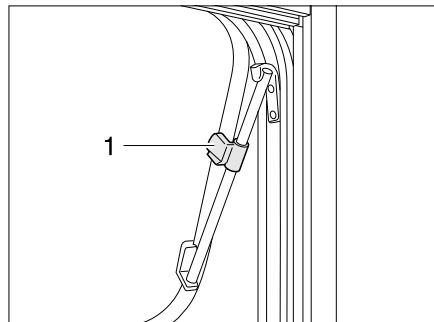

Bild 69 Ausstellfenster mit Dreh-Ausstellern, geöffnet
- Ausstellfenster bis zur gewünschten Stellung öffnen und mit Rändelknopf (Bild 69,1) feststellen.
- Rändelknopf (Bild 69,1) drehen, bis Arretierung freigegeben wird.